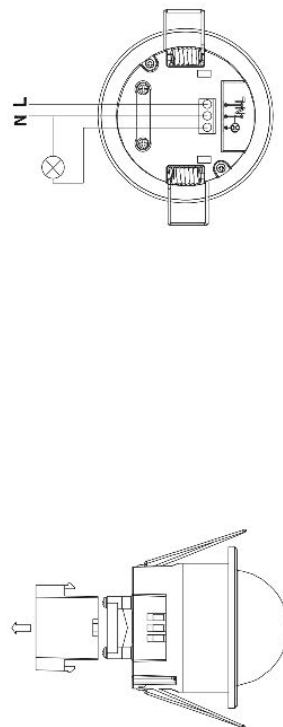

Fig.1
- 1 Spegnere l'alimentazione e rimuovere il coperchio trasparente (Fig.1).